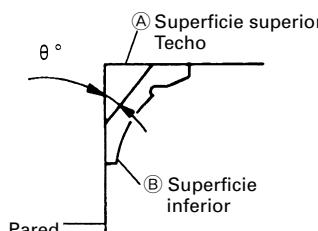
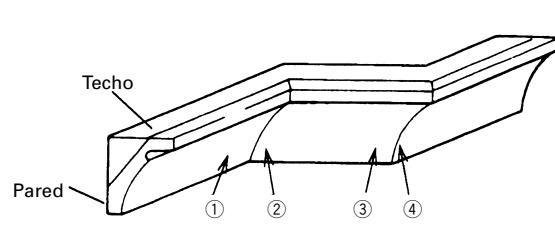

Fig. 27
Fig. 28
En la Fig. 27 se muestran los tipos de moldura en vértice con ángulos de 38 y 45°.
Con respecto a las molduras en vértice típicas, consulte la Fig. 28.
(1) Ajuste para cortar molduras en vértice a los posiciones ① y ④ de la Fig. 28 (consulte la Fig. 29, incline la cabeza hacia la izquierda):
- ① Gire la mesa giratoria hacia la derecha y ajuste el ángulo de ingletes de la forma siguiente:
- ② Incline la cabeza hacia la izquierda y ajuste el ángulo de corte en bisel de la forma siguiente:
- ③ Coloque la moldura en el vértice de forma que la superficie superior (Ⓐ de la Fig. 27) entre en contacto con la escuadra de guía como se indica en la Fig. 30.
(2) Ajuste para cortar molduras en vértice a los posiciones ② y ③ de la Fig. 28 (consulte la Fig. 31, incline la cabeza hacia la izquierda):
- ③ Coloque la moldura en el vértice de forma que la superficie superior (B) de la Fig. 27 entre en contacto con la escuadra de guía como se indica en la Fig. 32.